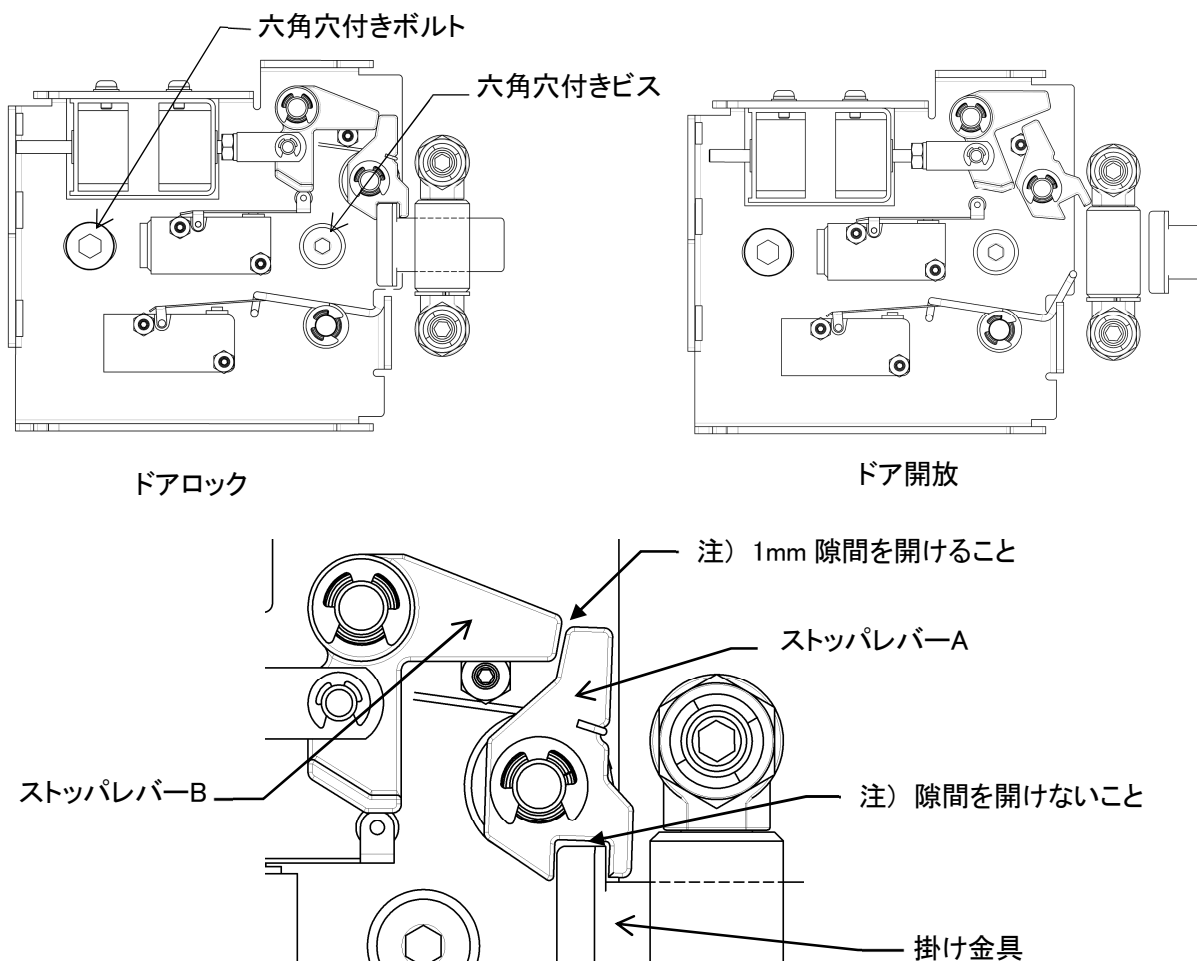

図8-9
- ・ ドアロック及びドア開放時、図8-9の様になっています。
- ・ ドアロック時、ストッパレバーA,B と掛け金具が図8-9の様にかみ合う位置に来る様に六角穴付きボルトと六角穴付きビスを緩めドアロック部を左右にずらし調整します。